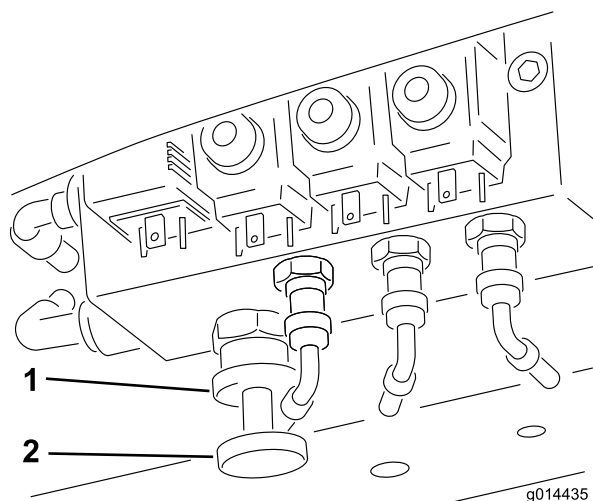

Figura 32
Para engatar transferência de peso: A quantidade de peso transferido pode ser alterada para se adequar às condições de operação rodando o volante de transferência de peso (Figura 32) da seguinte forma:
1. Desenrosque a porca de bloqueio da válvula 1/2 volta no sentido contrário ao dos ponteiros do relógio e segure (Figura 32).
2. Rode o volante da válvula (Figura 32) no sentido contrário ao dos ponteiros do relógio para reduzir a transferência de peso ou no sentido dos ponteiros do relógio para aumentar a transferência de peso.